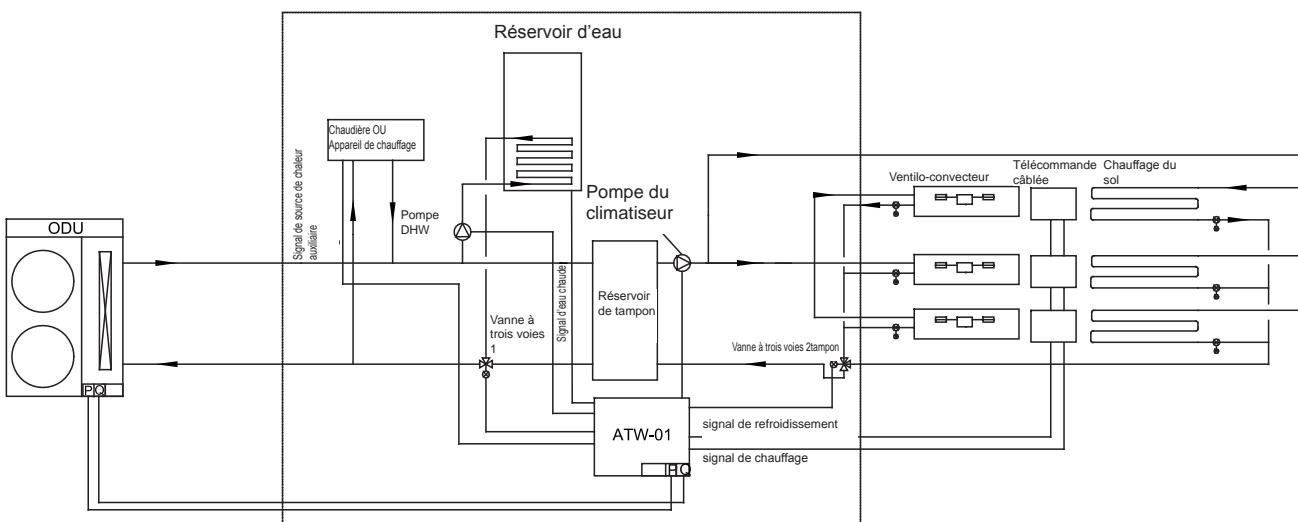

Fig.4 DHW contrôlé par contrôleur d'Utilisateur
- L'utilisateur envoie on/off au CN22 tandis que le PCB BM1-1 extérieur est réglé sur ON (Fig.4).